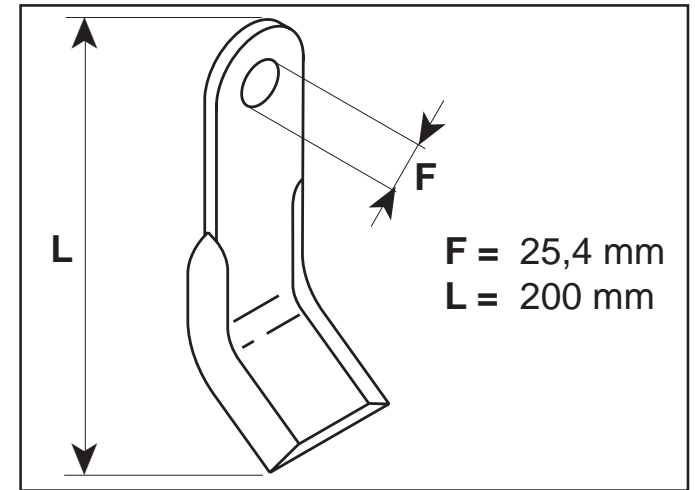

Fig. 15
- Il foro (F Fig. 15) del perno non deve essere ovalizzato oltre 2 mm dal diametro originale.
- La lunghezza (L Fig. 15) del coltello non deve essere ridotta oltre 200 mm.
- The hole (F Fig. 15) of the pin must not become ovalized more than 2 mm in respect of its original diameter.
- The length of the blade (L Fig. 15) must not be reduced more than 200 mm.
- Die Bolzenöffnung (F Abb. 15) darf um nicht mehr als 2 mm über ihren Originaldurchmesser abgeflacht werden.
- Die Länge des Messers (L Abb. 15) darf um nicht mehr als 200 mm gekürzt werden.
- Le trou (F Fig. 15) du goujon ne doit pas présenter une ovalisation de plus de 2 mm par rapport au diamètre original.
- La longueur (L Fig. 15) de la lame ne doit pas être réduite de plus de 200 mm.
- El agujero (F Fig. 15) del perno no tiene que ser ovalado más de 2 mm. del diámetro original.
- La longitud (L Fig. 15) de la cuchilla no tiene que reducirse más de 200 mm.